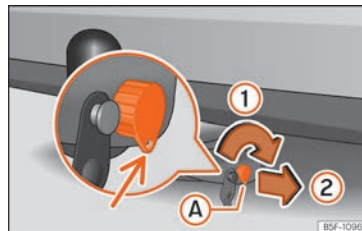
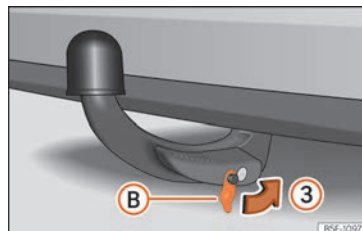

Fig. 268 Bloquear cerradura
Fig. 269 Colocar la tapa sobre la cerradura
- Gire la llave (A) en el sentido de la flecha ① hasta que la parte agujereada de la llave lleve a su posición inferior » fig. 268.
- Extraiga la llave en el sentido de la flecha ②.
- Coloque la tapa ⑧ en la cerradura en el sentido de la flecha ③ » fig. 269 » ⑨.
① CUIDADO